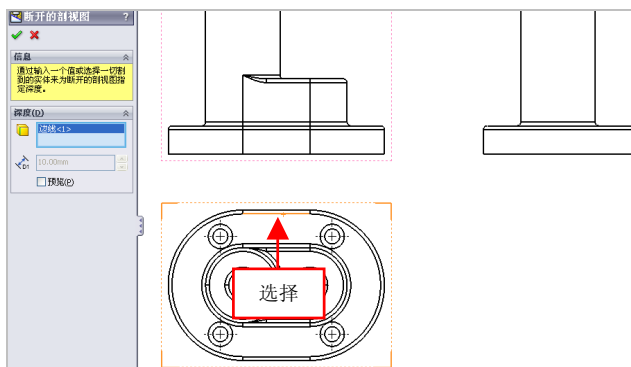

图 11-46 选择合适的边线
(4) 返回到【断开的剖视图】属性管理器，选择合适的边线对象，如图 11-46 所示。